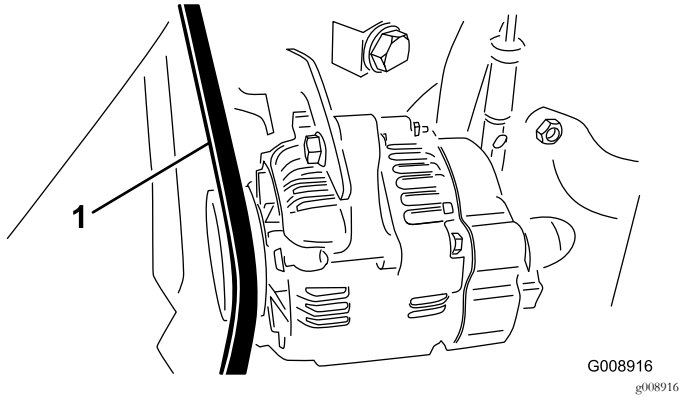

図 71
2. ベルト中央 オルタネータのプーリとクランクシャフトプーリの中間を $30\text{N} \cdot \text{m}$ $3\text{kg} = 22\text{lb}$ の力で押してベルトの張り具合点検する 図 71。